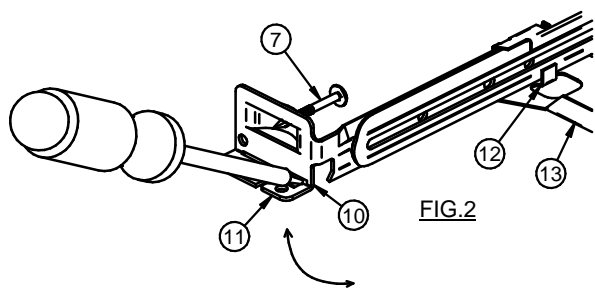
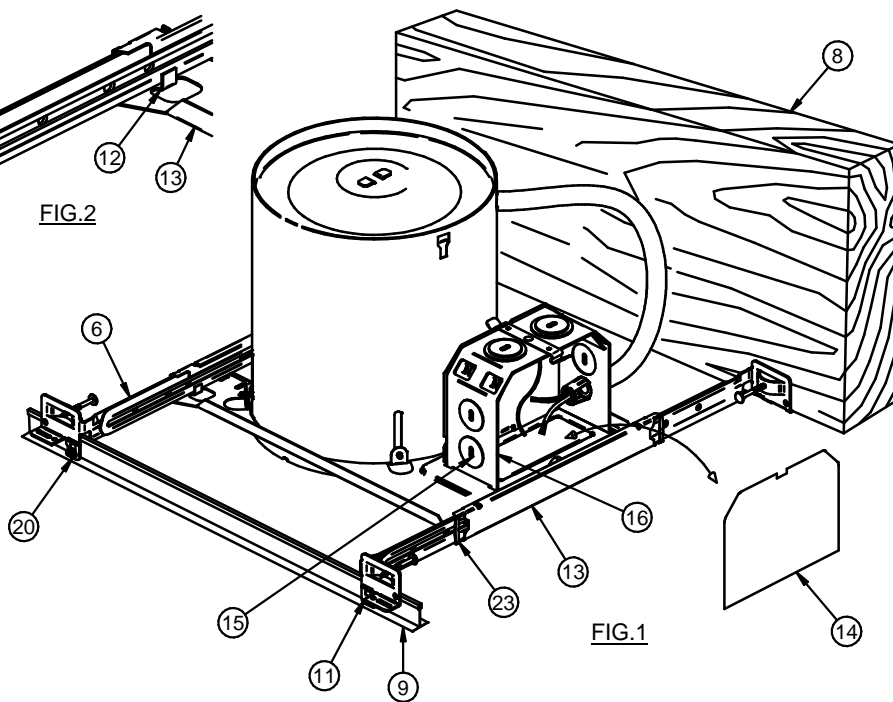

FIG. 2
FIG. 1
1. For Wooden Joists: Use the Centering Notches (4) located on the Plaster Frame to position the Fixture. Extend the Bar Hangers (6), use joist alignment tabs to locate fixture and install four Nails or Screws (7) into Joists (8) (Fig. 1). Drive additional nails or screws through holes in Bar Hanger for alternate support if required (Fig. 2).
1. Pour les solives en bois : Servez-vous des encoches de centrage (4) situées sur le cadre en plâtre afin de bien placer le luminaire. Étendez les barres de suspension (6), servez-vous de la languette d'alignement des solives pour installer le luminaire et enfoncez les quatre clous ou des vis (7) dans les solives (8) (Fig. 1). Enfoncez des clous supplémentaires à travers des trous dans la barre de suspension pour un soutien supplémentaire si besoin (Fig. 2).